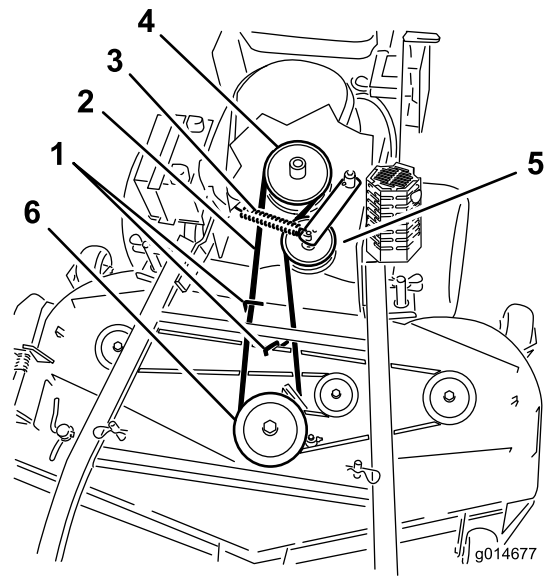
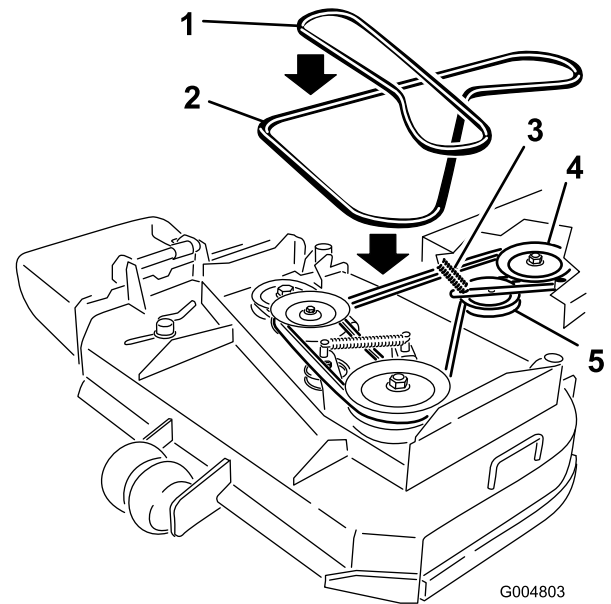

Figura 51
Figura 52
6. Retire la correa de la polea central de la carcasa de corte (Figura 51). Consulte Figura 52 para quitar la correa de la polea izquierda en una carcasa de corte de 36 pulgadas. Extreme las precauciones al retirar la correa ya que la tensión aumentará debido a que la polea tensora está tensada con muelle.
7. Retire la correa de la polea del motor y la polea tensora tensada con muelle (Figura 51). Consulte Figura 52 para retirar la correa de las poleas de una carcasa de corte de 36 pulgadas.
8. Instale la nueva correa en la polea del motor y la polea tensora tensada con muelle (Figura 51).
9. Coloque la correa en la polea central de la carcasa de corte (Figura 51). Extreme las precauciones al instalar la correa ya que la tensión aumentará debido a que la polea tensora está tensada con muelle. Consulte Figura 52 para colocar la correa en la polea izquierda en una carcasa de corte de 36 pulgadas.
11. Ajuste la guía de la correa a 1/8 pulgada (3 mm) de la correa en carcasas de corte 48 pulgadas (Figura 51).